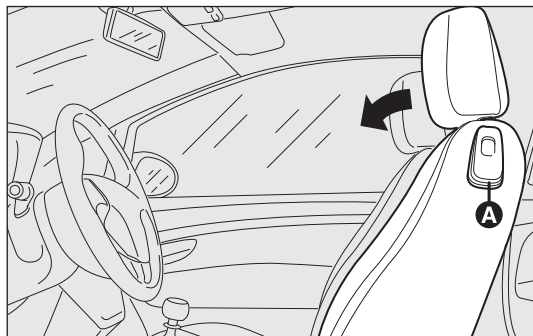

fig. 30
**Ribaltamento schienale (versioni 3 porte) fig. 30**